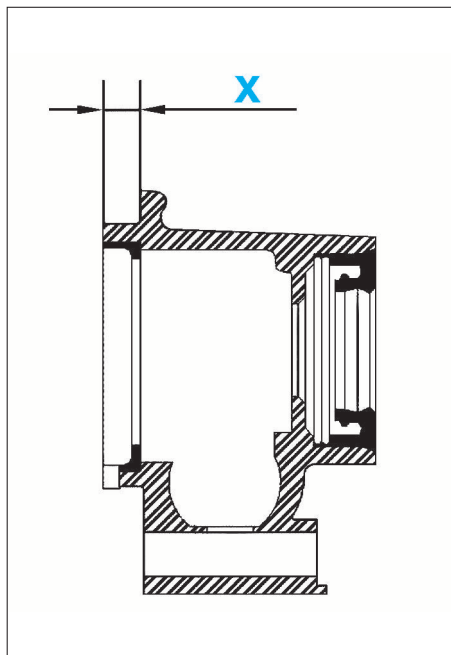

FIG. 1
Le réglage de la précontrainte des roulements dépend de l'épaisseur (X) de l'épaulement de la prolonge du carter de différentiel (Fig.1) :